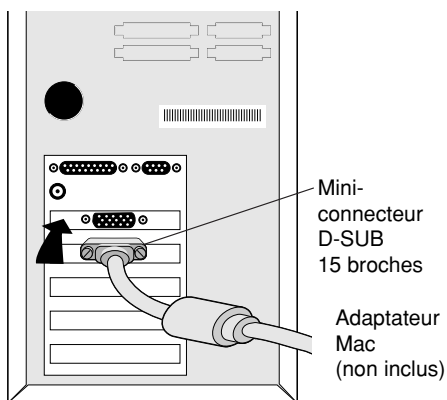

Figure A.1
2. PC : branchez le mini-connecteur D-SUB à 15 broches du câble vidéo approprié au connecteur de la carte vidéo de votre ordinateur (**Figure A.1**). Serrez toutes les vis.